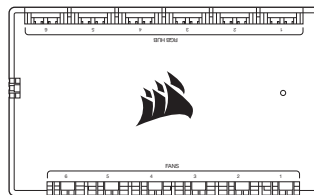

figure 1
- NL** > Sluit de 24-pins kabel van de pomp aan op de Commander CORE (afbeelding 1).
- PL** > Podłącz przewód 24-pinowy pompki do kontrolera Commander CORE (rysunek 1).
- RU** > Подключите 24-контактный кабель насоса к контроллеру Commander CORE (рис. 1).
- CN** > 将泵的24引脚线缆连接到 Commander CORE (图1)。